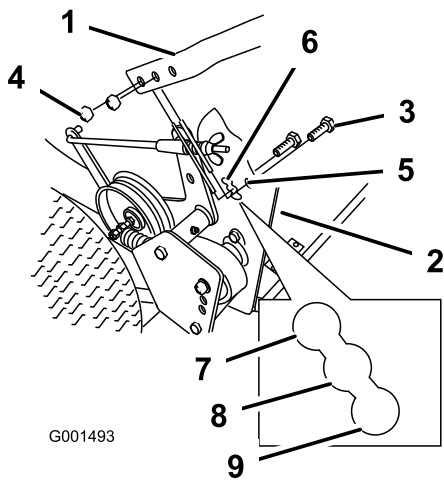

Figura 15
2. Afloje los pernos (3/8 x 1-1/4 pulgadas) y tuercas con arandela prensada superiores que sujetan el manillar al bastidor trasero (Figura 15).
3. Quite los pernos inferiores (3/8 x 1 pulgada) y las tuercas con arandela prensada que sujetan el manillar con el bastidor trasero (Figura 15).